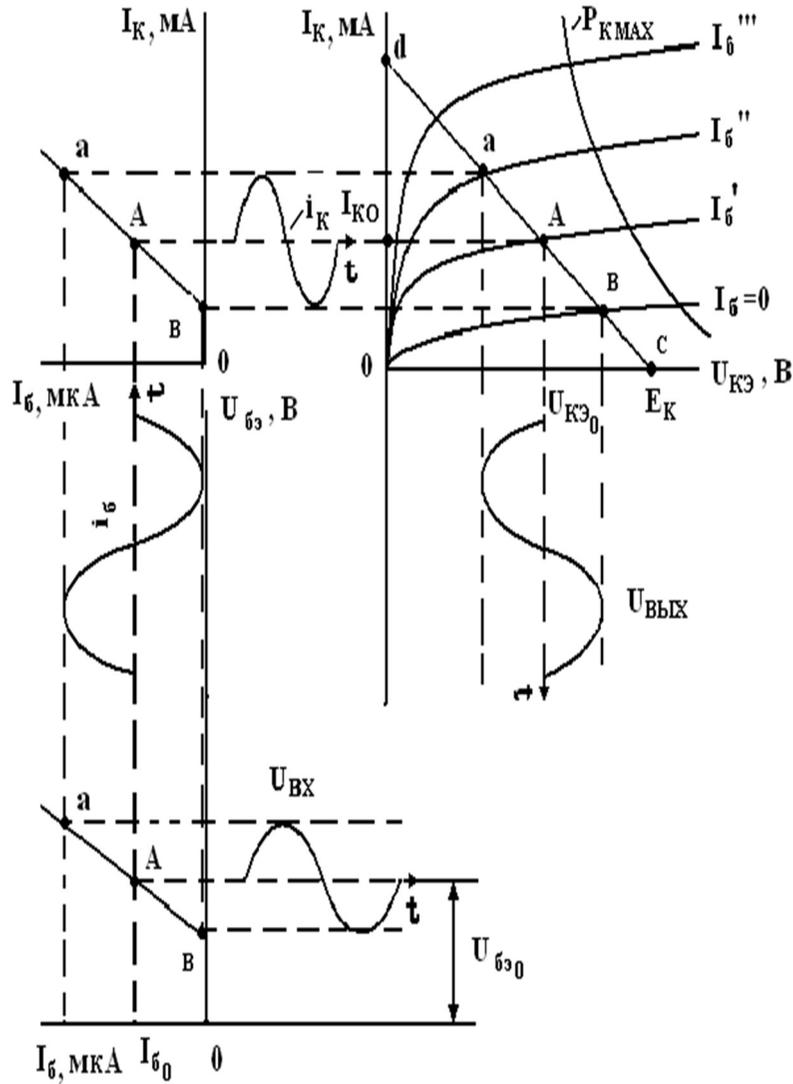

Рис. 37. Выбор рабочей точки
2.1. Изобразить семейство выходных и входных (при $U_{K0} = 5 \text{ В}$) характеристики заданного транзистора как показано на рис. 37.
Для этого использовать две точки («d» и «с») на выходных характеристиках транзистора (рис. 37):
При этом линия нагрузки должна проходить левее и ниже допустимых значений $U_{k \text{ max}}$, $I_{k \text{ max}}$ и $P_{k \text{ max}}$ и обеспечить достаточно протяженный линейный участок переходной характеристики (см. рис. 37).
2.6. По точкам пересечения линии нагрузки с выходными характеристиками построить переходную характеристику транзистора $I_k = f(I_б)$ (см. рис. 37).
3.1. Определить пределы изменения амплитуд входного тока и напряжения, выходного тока и напряжения в линейном режиме работы усилителя. Найти: $I_{бт}$, $I_{кт}$, $U_{бэм}$, $U_{кэм}$ (см. рис. 37).
4. По п. 2.6. Переходные характеристики транзистора $I_k = f(I_0)$ (см. рис. 37) строят по пересечению линии нагрузки с выходными характеристиками транзистора. Для Вашего транзистора этих пересечений будет более 3-х.